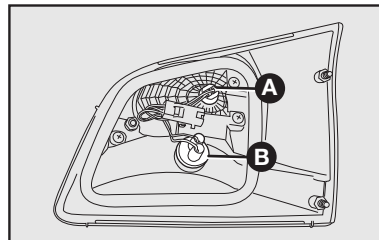

fig. 34
A-fig. 34: Luz de posição traseira.
B-fig. 34: Luz de marcha a ré.
2) Para substituir a lâmpada da luz de posição, puxar o porta-lâmpada **A-fig. 34** e puxar a lâmpada fixada a pressão. Em seguida, substituir a lâmpada e recolocar o porta-lâmpada.
3) Para substituir a lâmpada da luz de marcha a ré, girar no sentido anti-horário o porta-lâmpada **B-fig. 34** e puxar a lâmpada fixada a pressão. Em seguida, substituir a lâmpada e recolocar o porta-lâmpada, girando-o no sentido horário.